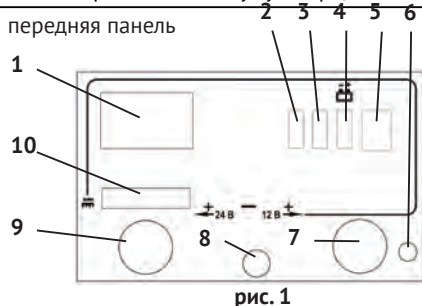

рис. 1
Общий вид зарядного устройства представлен на рис. 1:
7.4 При отключённой вилке сетевого кабеля подсоедините кабель к соответствующим клеммам (+12 В или +24 В) поз. 7;9 (рис. 1) в зависимости от номинального напряжения аккумулятора. Затем необходимо выставить режим заряда аккумуляторной батареи клавишами 2; 3 (рис. 1).
Клавиша 3 (рис.1) - режим зарядки: оптимальный и ускоренный.
9.1 При отключённой вилке сетевого кабеля установите переключатель 4 (рис. 1) в положение ЗАПУСК. Затем подсоедините, соблюдая полярность, соединительные провода устройства к клеммам аккумуляторной батареи. Помните, несоблюдение полярности при подсоединении проводов может привести к выходу устройства из строя.
9.3 Ключом зажигания включите стартер. Если двигатель не запускается в течение 5-6 секунд, выключите устройство выключателем сети 5 (рис. 1), выдержите паузу 15 - 20 секунд, после чего производите повторный запуск.
9.4 Если после 5 включений двигатель не запустился, то во избежание перегрева стартера и устройства, выдержите паузу не менее 5 минут. За это время выключите устройство выключателем сети 5 (рис. 1) и проверьте надёжность контакта между соединительными проводами и клеммами аккумуляторной батареи.
- выключить устройство выключателем сети 5 (рис. 1);